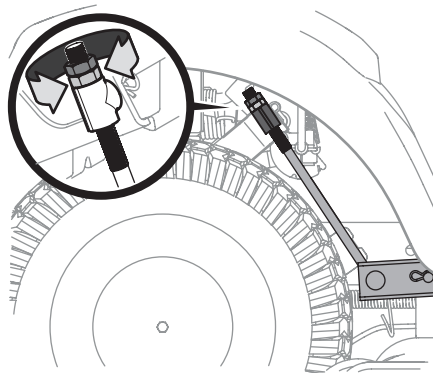

Figura 4-6
3. Debajo de los guardabarros traseros dentro de las ruedas hay una varilla de ajuste de elevación para cada lado de la plataforma. Vea la Figura 4-6.